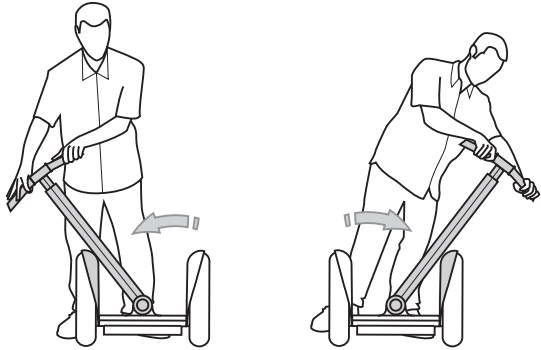

图 4. 确保倾斜操纵架返回到直立位置
9. 关闭 Segway PT 的电源（关闭），将倾斜操纵架分别向左右倾斜到底，直至碰到两边的挡泥板，并确保倾斜操纵架返回到直立位置。请参见图 4。如果倾斜操纵架未返回到直立位置，请松开紧固件并返回步骤 4。